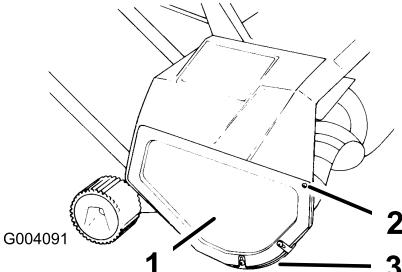

Bild 13
- Nehmen Sie die drei Schrauben ab, mit denen die rechte Abdeckung und die Kufe am Rahmen der Schneefräse befestigt sind (Bild 13).